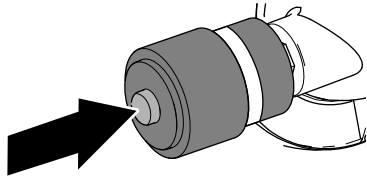

図 80
1. 整備インジケータが赤色になっている場合は、インジケータの端部にあるリセットボタンを押す 図 80。